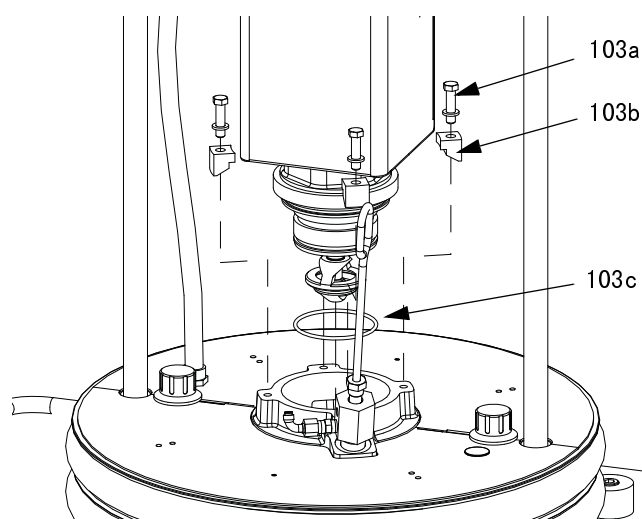

图 41：55 加仑安装套件
- 2. 用螺钉（103a）和夹片（103b）将泵固定在压盘上。见图 41。